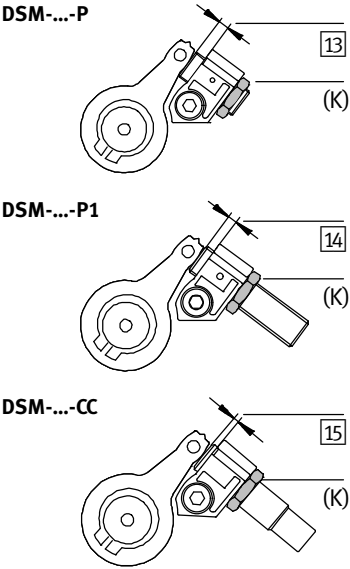

Fig. 25
2. 松开缓冲器的锁紧螺母 (K) (Fig. 25)。用缓冲器（弹性缓冲垫 [13] / [14] 或者液压缓冲器 [15]）的旋出长度来补偿终端位置的偏差。（这一偏差源自预调时缓冲器对无压力撞杆的冲撞）。